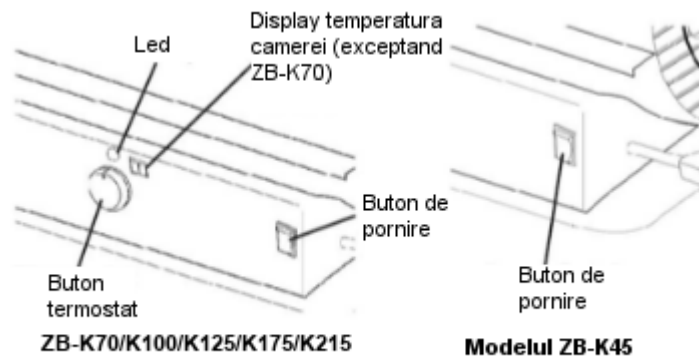

Figura 9. Panoul de control pentru toate modelele
4. Rotiti butonul termostatului la temperatura dorita (ZB-K70/K100/K125/K175/K215). Intervalul de setare este de la +4°C (40°F) la 43°C (110°F). Apasati butonul de pornire in pozitia "ON" (figura 9). Led-ul indicatorului de alimentare si display-ul pentru temperatura camerei (doar ZB-K70/K100/K125/K175/K215) se vor aprinde, iar tunul de caldura va porni.